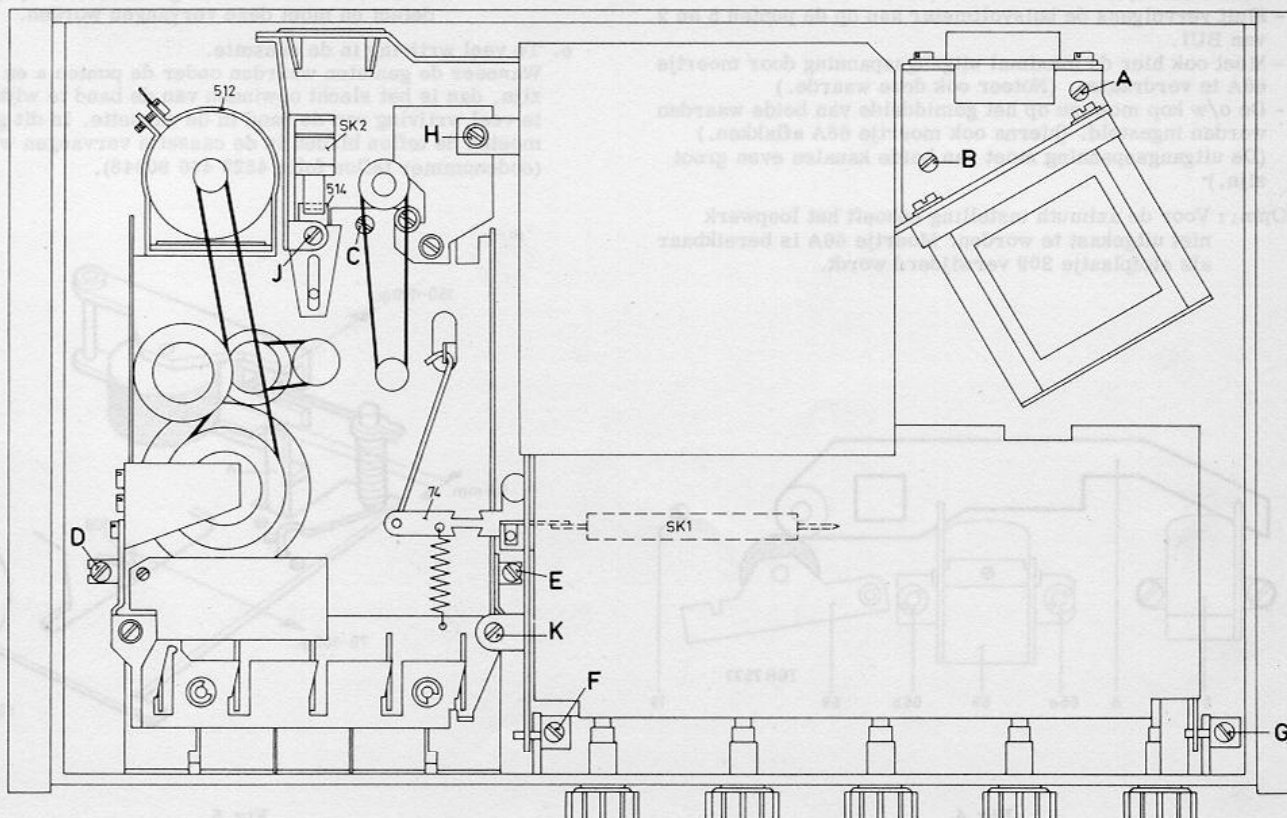

Fig. 3
- Verwijder de schroeven A, B, C, D, E, F en G zie fig. 3.
- Verwijder de schroeven A, B, E, H, J, K (zie fig. 3)